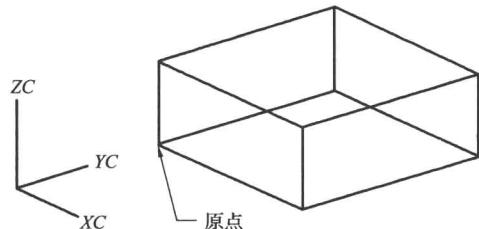

图 1-9 “原点与边长”创建长方体
①类型(Type):以“原点与边长(Origin and Edge Lengths)”创建长方体,如图 1-9 所示。